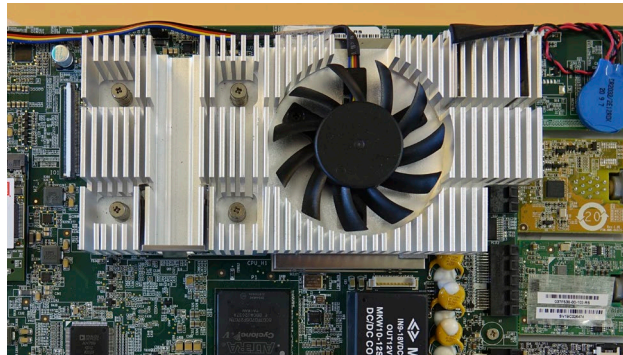

Afbeelding 24 Verwijder de schroeven uit de ventilator
b) Draai de drie schroeven die de ventilator op zijn plaats houden, los (afbeelding 24)
- f) Plaats de drie schroeven die de ventilator op zijn plaats houden, en draai ze vast (max. aanhaalmoment van 0,3 nm) (zie afbeelding 24)